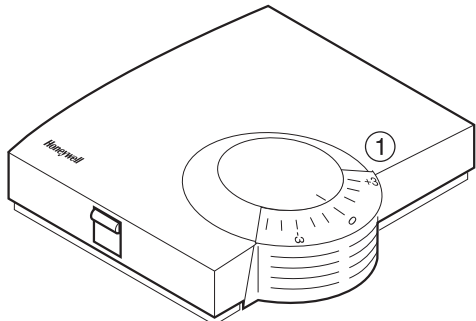

Figura 5: HCW 82
- Selezionare sulla rotella (1) (vedere Figura 5) la modifica desiderata per la temperatura preimpostata (indicazioni sulla scala in °C).
- Accertarsi che la rotella di regolazione si trovi nella posizione indicata nella Figura 5.